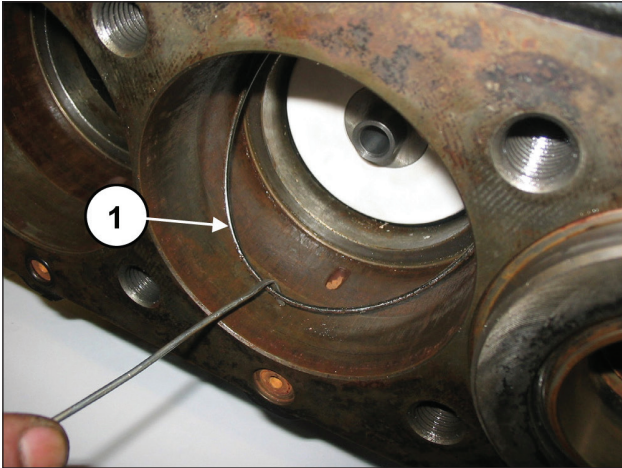

Abb. 125
Nehmen Sie den O-Ring am Boden des Dichtungshalters ab, sollte er im Pumpengehäuse verblieben sein (Pos. ①, Abb. 125).